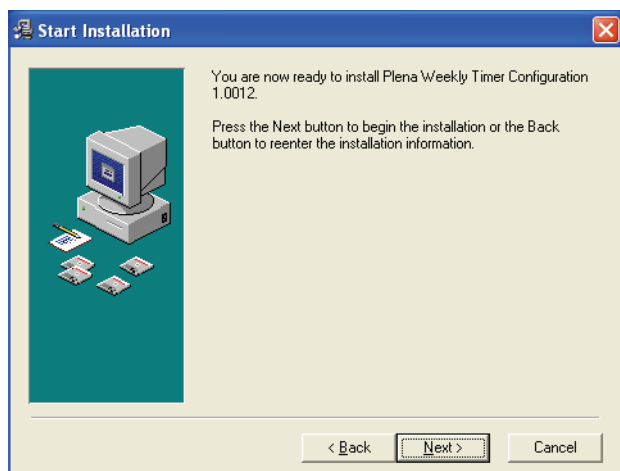

figura 8.4: Início da instalação
- 4 Seleccione o grupo de gestão de programa e clique em [Next]. Aparece uma janela semelhante à da figura 8.4.